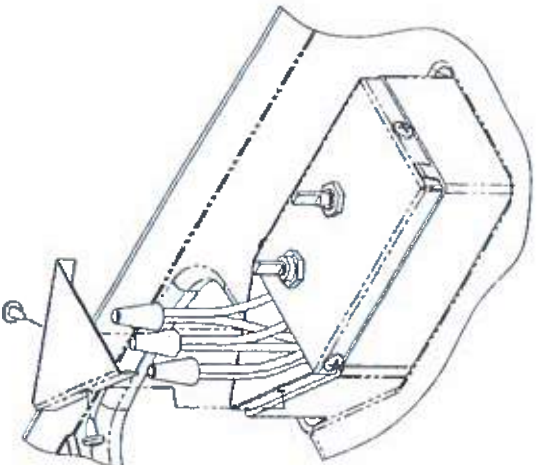

FIGURE 8
K. Soulevez le carénage de plafond, et en vous assurant qu'il s'engage correctement dans la chute, fixez-le au cadre de montage avec les 4 vis fournies (voir Figure 8). Installez les boutons de commande sur les lignes de sélecteur et de thermostat. Le bouton de commande de thermostat (température) s'installe immédiatement à côté du logo « Coleman-Mach ».
B. Remplacez et retirez les 3 languettes sautées autour de l'ouverture interne du collet de gaine, puis fixez le collet au bac à condensation de la pompe à chaleur avec les 3 vis fournies (voir Figure 8).
D. Raccordez le fil d'alimentation noir à la queue de cochon noire, le fil d'alimentation blanc à la queue de cochon blanche et le fil de mise à la masse d'alimentation à la queue de cochon verte situées dans la boîte de connexion avec les 3 marelles fournies. Fixez les marelles aux fils de façon professionnelle avec du ruban isolant homologué U.L. (voir Figure 8).
E. Enfoncez les fils d'alimentation et les marelles dans la boîte de connexion en évitant de pincer les fils, fixez la boîte de connexion avec les 2 vis fournies (voir Figure 8).